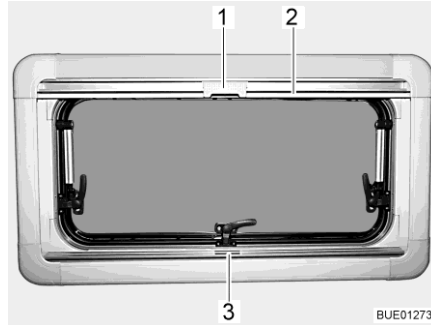
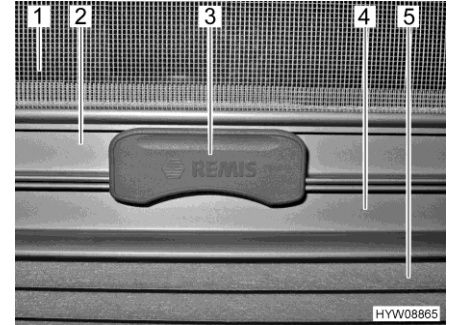

Bild 53 Överkantshängt fönster
Bild 54 Spärr
Plisségardin Plisségardinen (Bild 54,5) finns i den nedre rullgardinskassetten.
- Ta tag i mitten på plisségardinens list (Bild 53,3 och Bild 54,4) och drag den nerifrån och uppåt och släpp den vid önskad höjd. Plisségardinen stannar på denna höjd.
Insektsnät Insektsnätet (Bild 54,1) finns i den övre rullgardinskassetten.
- Drag, med listen (Bild 53,2 och Bild 54,2), ner insektsnätet tills listen stöter mot plisségardinen (Bild 54,4).
- Lås fast insektsnätets spärr (Bild 53,1 och Bild 54,3) på plisségardinens list. När spärren är låst, kan plisségardinen och insektsnätet justeras samtidigt.
- Tryck spärren (Bild 54,3) på insektsnätet uppåt.
- För långsamt tillbaka insektsnätet med listen (Bild 53,2).